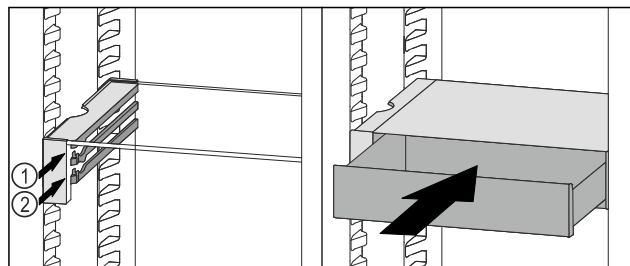

Fig. 61
- ▶ Placer le tiroir VarioSafe derrière les butées sur la nervure désirée Fig. 61 (1) ou Fig. 61 (2).